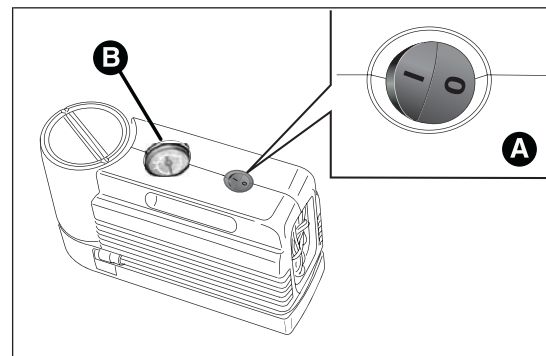
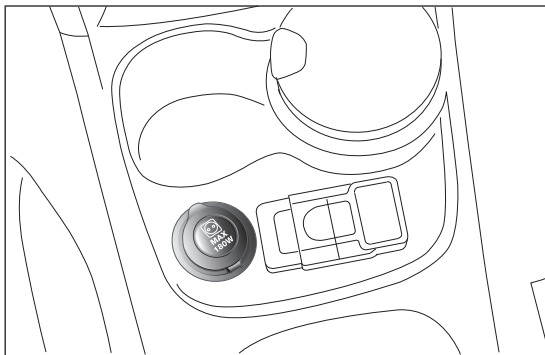

fig. 111
fig. 112
- ❑ asegurarse de que el interruptor A fig. 111 del compresor esté colocado en posición 0 (apagado), arrancar el motor; colocar el enchufe en la toma de corriente situada en el túnel central fig. 112 y accionar el compresor desplazando el interruptor A a la posición I (encendido). Inflar el neumático de acuerdo con la presión indicada en el apartado "Presión de inflado", en el capítulo "Datos técnicos". Para obtener una lectura más precisa, se recomienda comprobar el valor de la presión en el manómetro B fig. 111 con el compresor apagado;